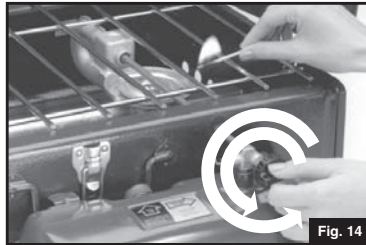

Fig. 14
- Tenez une allumette enflammée au brûleur principal avant d'ouvrir rapidement le bouton de commande et de lui faire décrire au moins deux tours complets. (Fig. 14)